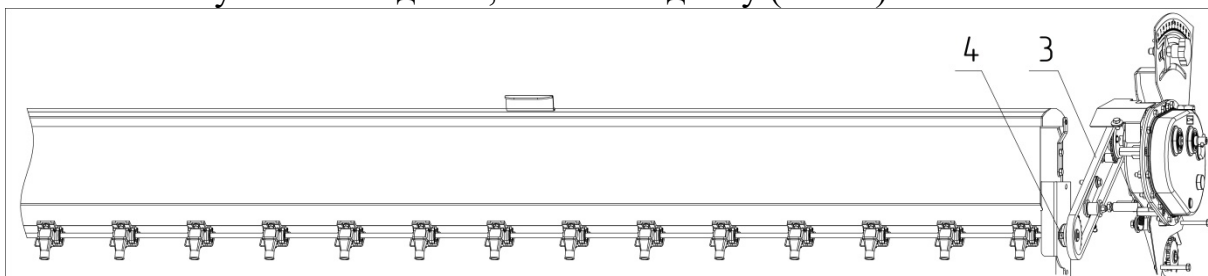

Рисунок 20.2
- 2) Снять цепь (3) со звёздочки (4) (рис. 20.2).
- 3) Раскрутить болты с гайками М8 (4), извлечь шплинт, фиксирующий вал катушек в звёздочке, снять звёздочку ($z = 22$) с вала.